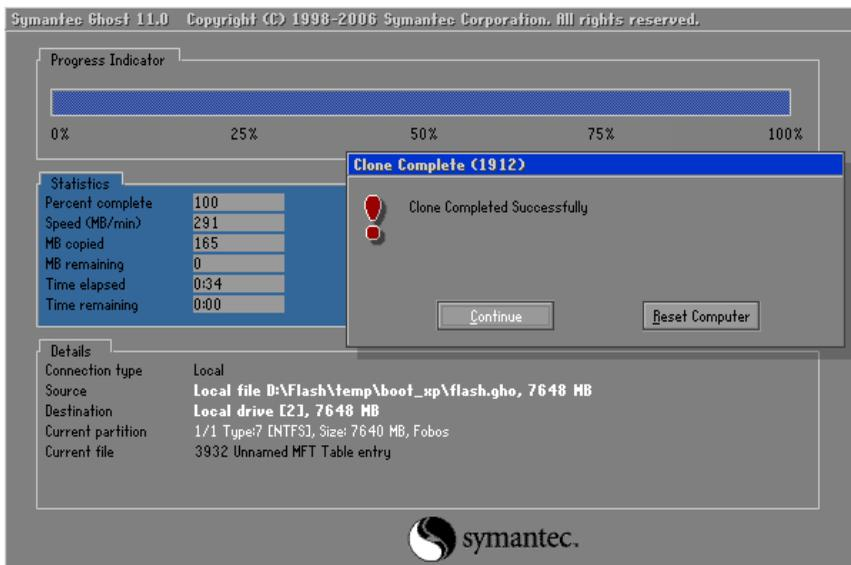

Рис. 6.4. Окончание записи образа ОС
- Образ распаковался, жмём "Continue" (Рис. 6.4).